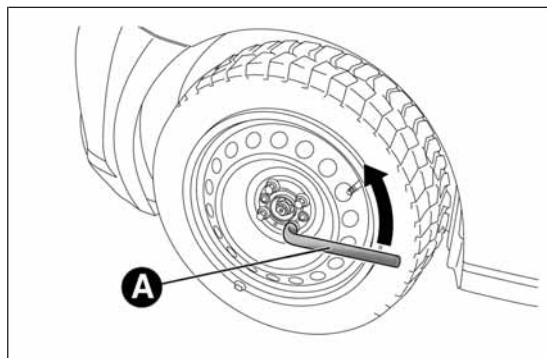
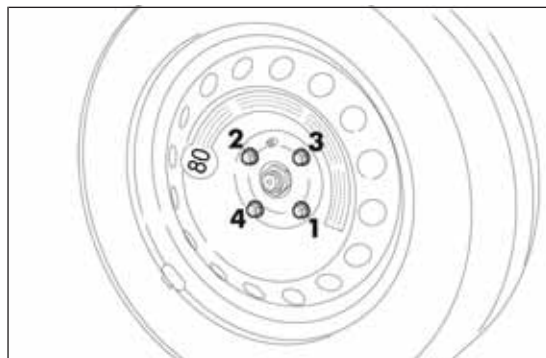

fig. 120
fig. 123
- ❑ tomar la llave A fig. 120 y aflojar una vuelta los tornillos de fijación;
- ❑ tomar la llave A fig. 120 y apretar a fondo los pernos de fijación;
- ❑ con la llave A fig. 120, apretar a fondo los tornillos, pasando alternativamente de un tornillo al diametralmente opuesto, siguiendo el orden numérico ilustrado en fig. 123;
- ❑ mediante la llave A fig. 120 apretar los pernos de fijación;
- ❑ mediante la llave A fig. 120, apretar hasta el fondo los pernos siguiendo el orden numérico indicado en